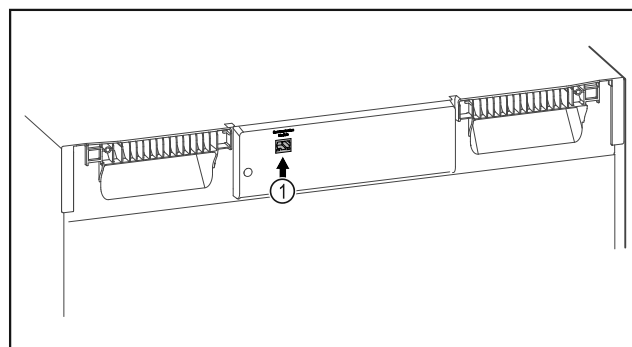

Fig. 136
- Използва се SmartModule Fig. 136 (1).